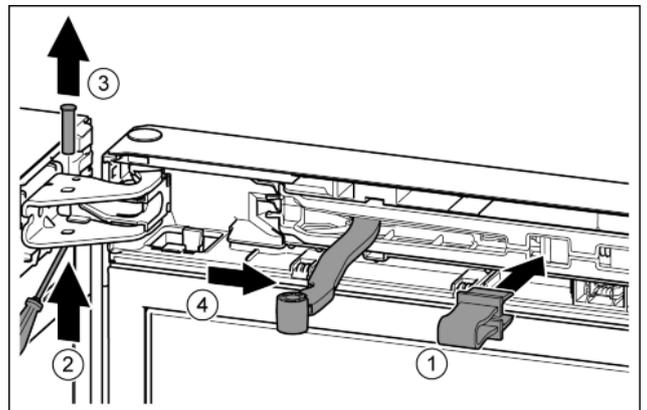

Fig. 10
- ▶ Зафиксировать предохранитель в отверстии. Fig. 10 (1)
- ▶ Выкрутить палец при помощи отвертки. Fig. 10 (2)
- ▶ Извлечь палец движением вверх. Fig. 10 (3)
- ▶ Повернуть шарнир в направлении двери. Fig. 10 (4)